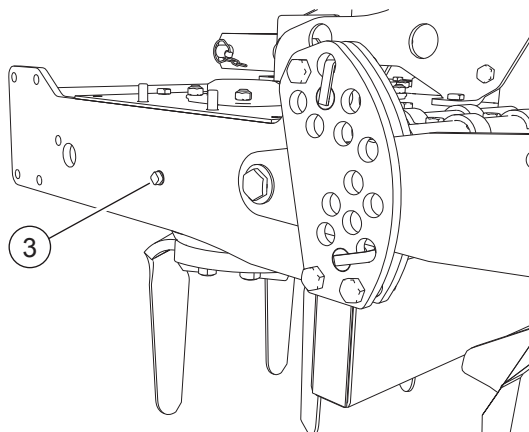

FIG. 42
- Mettre un récipient sous le bouchon de vidange huile (3, "Fig. 42").